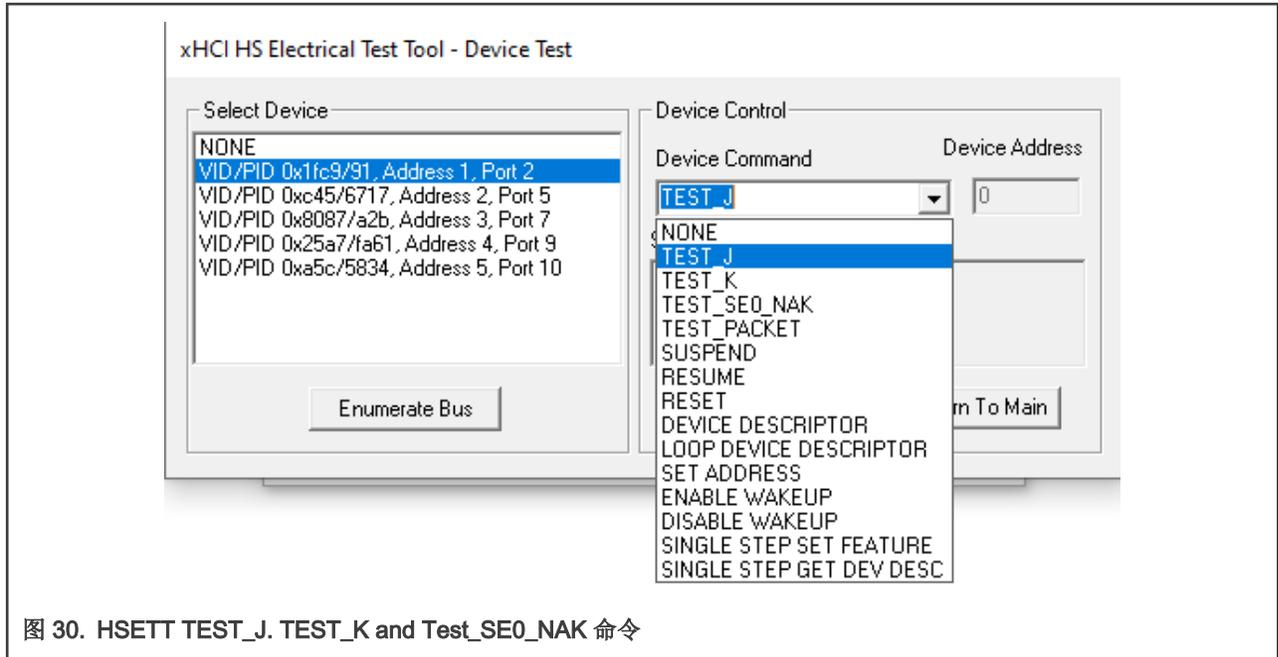

图 30. HSETT TEST_J. TEST_K and Test_SE0_NAK 命令
- 如图 30 从设备命令下拉菜单中选择 TEST_J，然后单击执行将设备置于 TEST_J 测试模式。